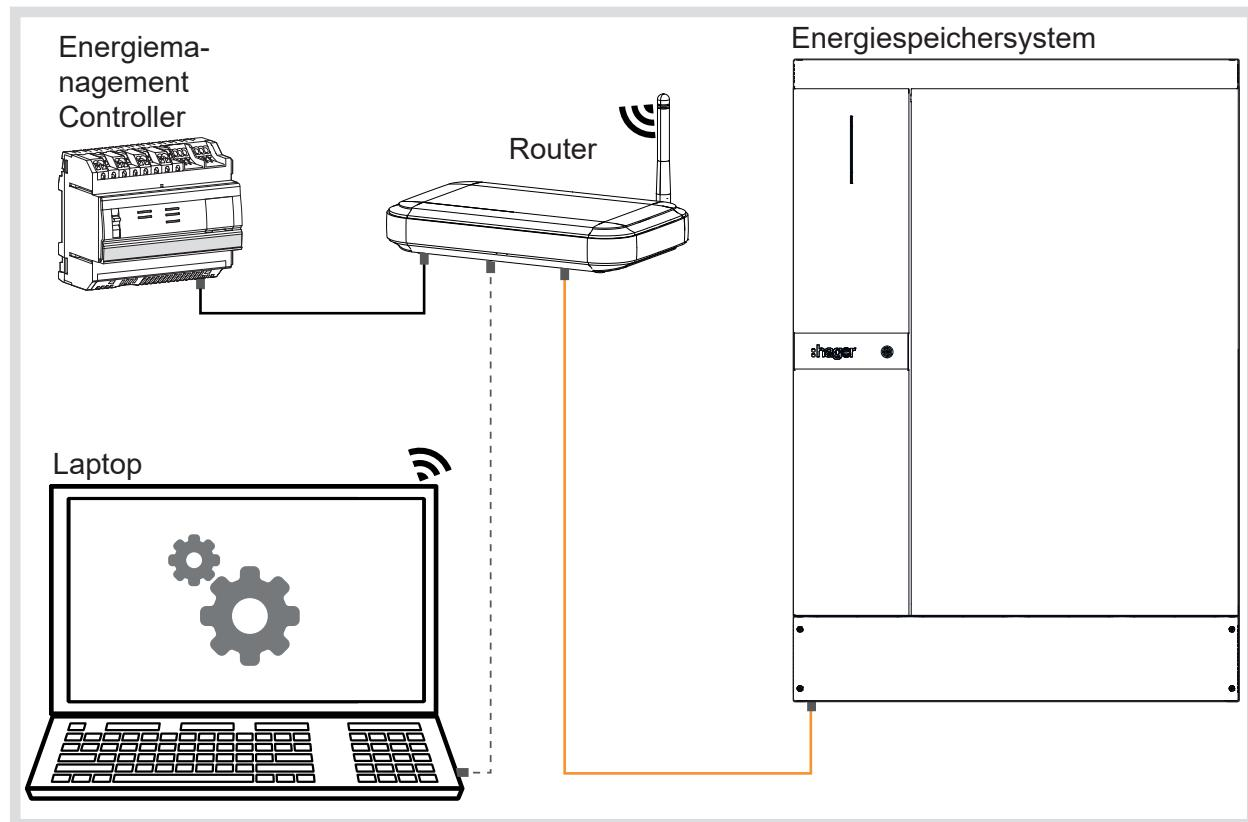

Bild 31: Energiespeichersystem im Heimnetzwerk mit Hager *flow*
- RJ45-Buchse des RJ45-Patchmoduls im Hauptanschlussbereich des Energiespeichersystems über Netzwerkkabel, mindestens Cat.6 (Empfehlung aus Hager Katalog: G8311), mit dem Router/Netzwerk des Kunden zu verbinden (Bild 31). Am Router muss DHCP aktiviert sein.